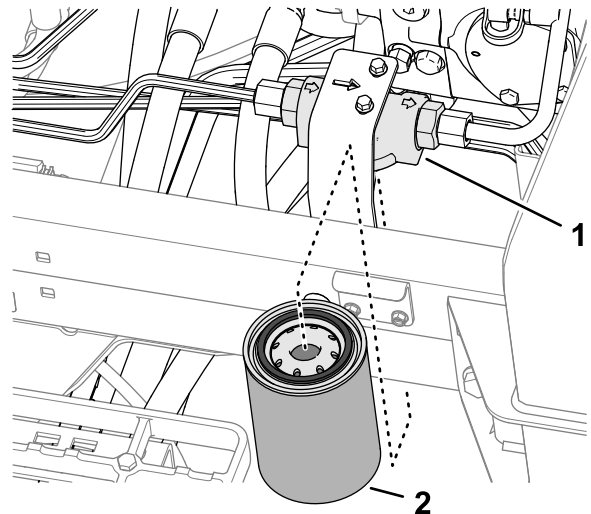

Bild 118
3. Legen Sie auf der linken Seite der Maschine eine Auffangwanne unter den Ladefilter (Bild 118).